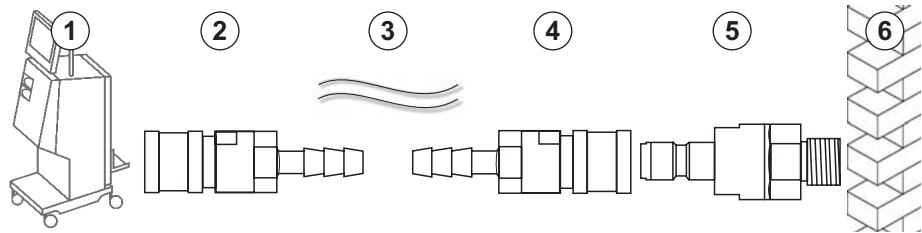
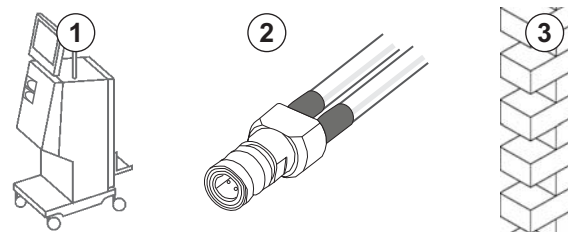

Bild 4-4 Tillval 1: Aquaboss kopplingar vatteninlopp
Bild 4-5 Tillval 2: Vatteninlopp med Aquaboss-koppling för vattenslinga
- Tillval 1: 2 slangkopplingar hona (Bild 4-4, ②, ④), den flexibla slangens innerdiameter 9 mm, material 1.4571 EPDM
- Tillval 1: 1 förslutningsnippel hane (⑤), material 1.4571 EPDM
- Tillval 2 (vattenslinga tillgänglig): Sekundär vattenslinga med P-Y-dubbeladapter dead space-fri (Bild 4-5, ②)
Tillval 2: En vattenslinga används. Slangarna som går från och till väggen är fästade i honkopplingen (Bild 4-5, ②).
1. Anslut honkopplingen ② direkt till maskinen.